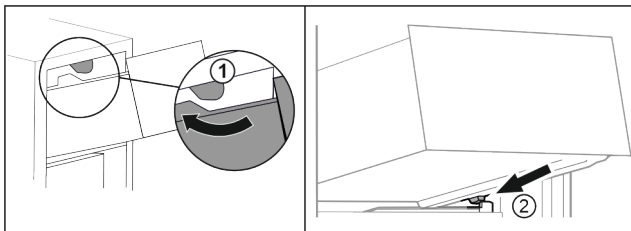

Fig. 56
- ▶ 将抽屉移动到上方止挡器附近。 Fig. 56 (1)
- ▶ 将抽屉斜放在容器肋梁上的下方止挡器后面。 Fig. 56 (2)